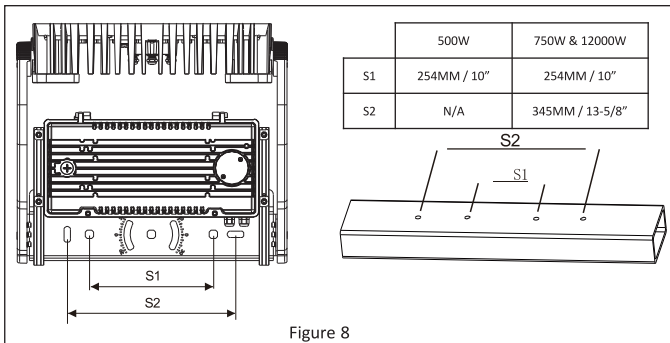

Figure 8
1. Marquez la distance S1 ou S2 trou à trou indiquée pour le produit à installer. **Reportez-vous à la Figure 8.**